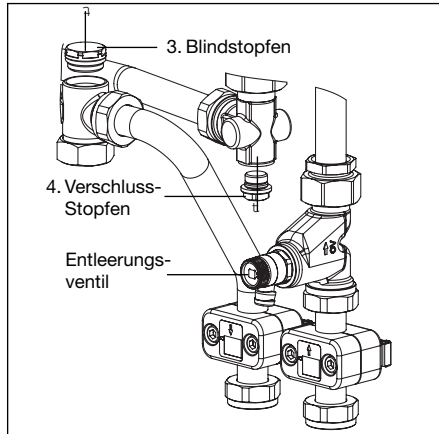

Abb. 6.9 Ausbau der Einzelteile 1341271/ 1341274
2. Die gesamte Wohnungsstation „Regudis W“ entleeren. (z.B. mit Hilfe des Entleerungsventils Abb. 6.9).